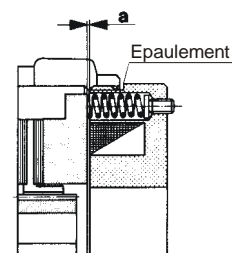

Fig. 2
- ❑ Monter le moyeu (1) sur l'arbre et le fixer dans le sens axial. Éviter d'endommager la denture. Le moyeu denté (1) doit être placé de façon à ce que la denture du rotor (35) reste complètement en prise, même lorsque la garniture de friction (8) s'use.
- ❑ Glisser à la main le rotor (35) sur le moyeu denté (1). L'épaulement du rotor est placé en direction du frein. Éviter tout coincement, le rotor doit coulisser librement. **Ne pas endommager.**
- ❑ Fixer le frein avec les vis de fixation fournies (13) et les rondelles élastiques (28). Respectez les couples de serrage selon le tableau 1. Vérifier l'entrefer « a », fig. 2. Il doit correspondre à l'entrefer nominal « a » indiqué dans le tableau 2
L'entrefer de travail « a » entre le disque de freinage (6) et le porte-bobine (2) est réglé en usine à sa valeur nominale, fig. 2.
2. Desserrer les vis de fixation (13).
3. Desserrer la vis de blocage (59) et libérer la pièce de blocage (58).
4. Tourner le carter gradué (31) dans le sens contraire des aiguilles d'une montre (vue sur l'arrière du frein). Un trait de graduation correspond à une correction d'entrefer de 0,05 mm.
5. Serrer les vis de fixation (13) en tenant compte des couples de serrage du tableau 1.
6. Placer la pièce de blocage (58) et resserrer la vis de blocage (59).
Le réglage pourra être effectué plusieurs fois jusqu'au moment où le carter gradué (31) butera contre l'épaulement du porte-bobine (2), fig. 2. Cet épaulement évite une usure du rotor (35) hors tolérance. Si le réglage par carter gradué n'est plus possible, il faut alors remplacer le rotor (35). Dans le tableau 2 sont indiquées l'épaisseur du rotor neuf et l'épaisseur après une usure maxi.